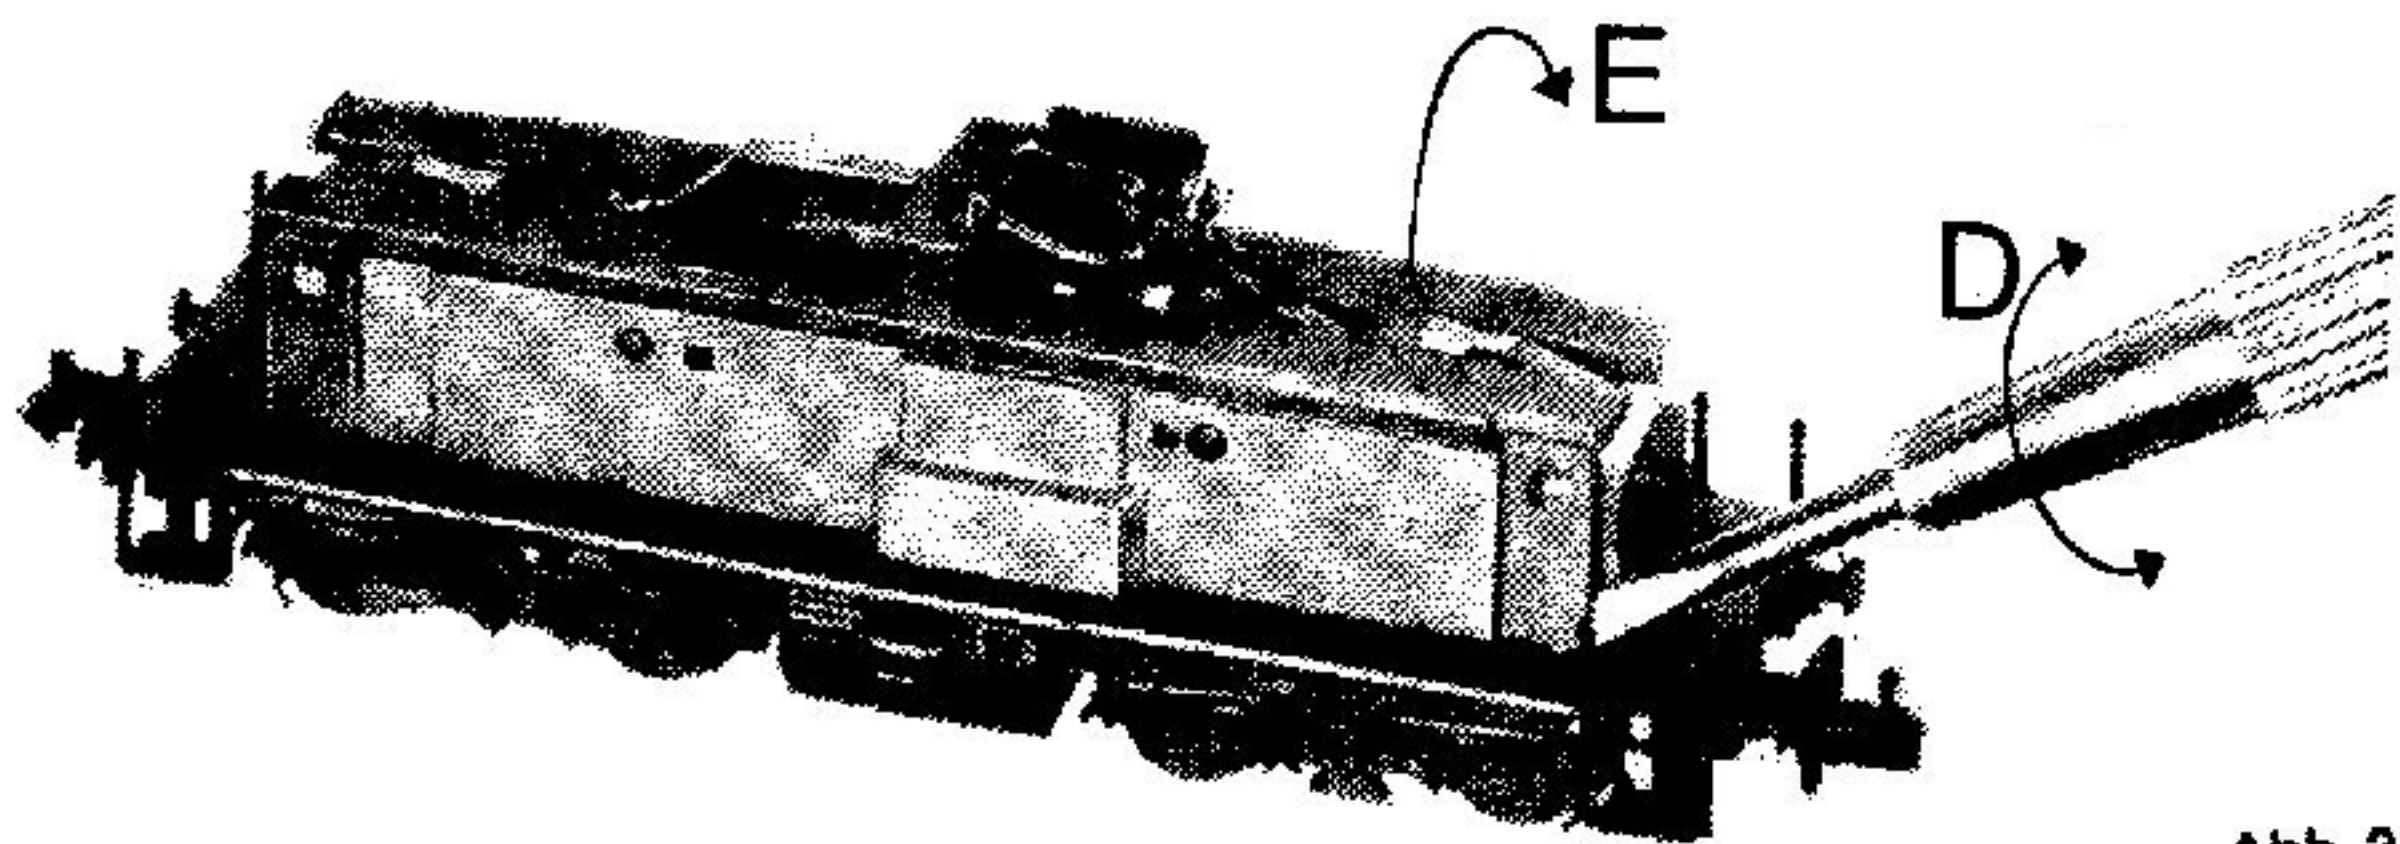
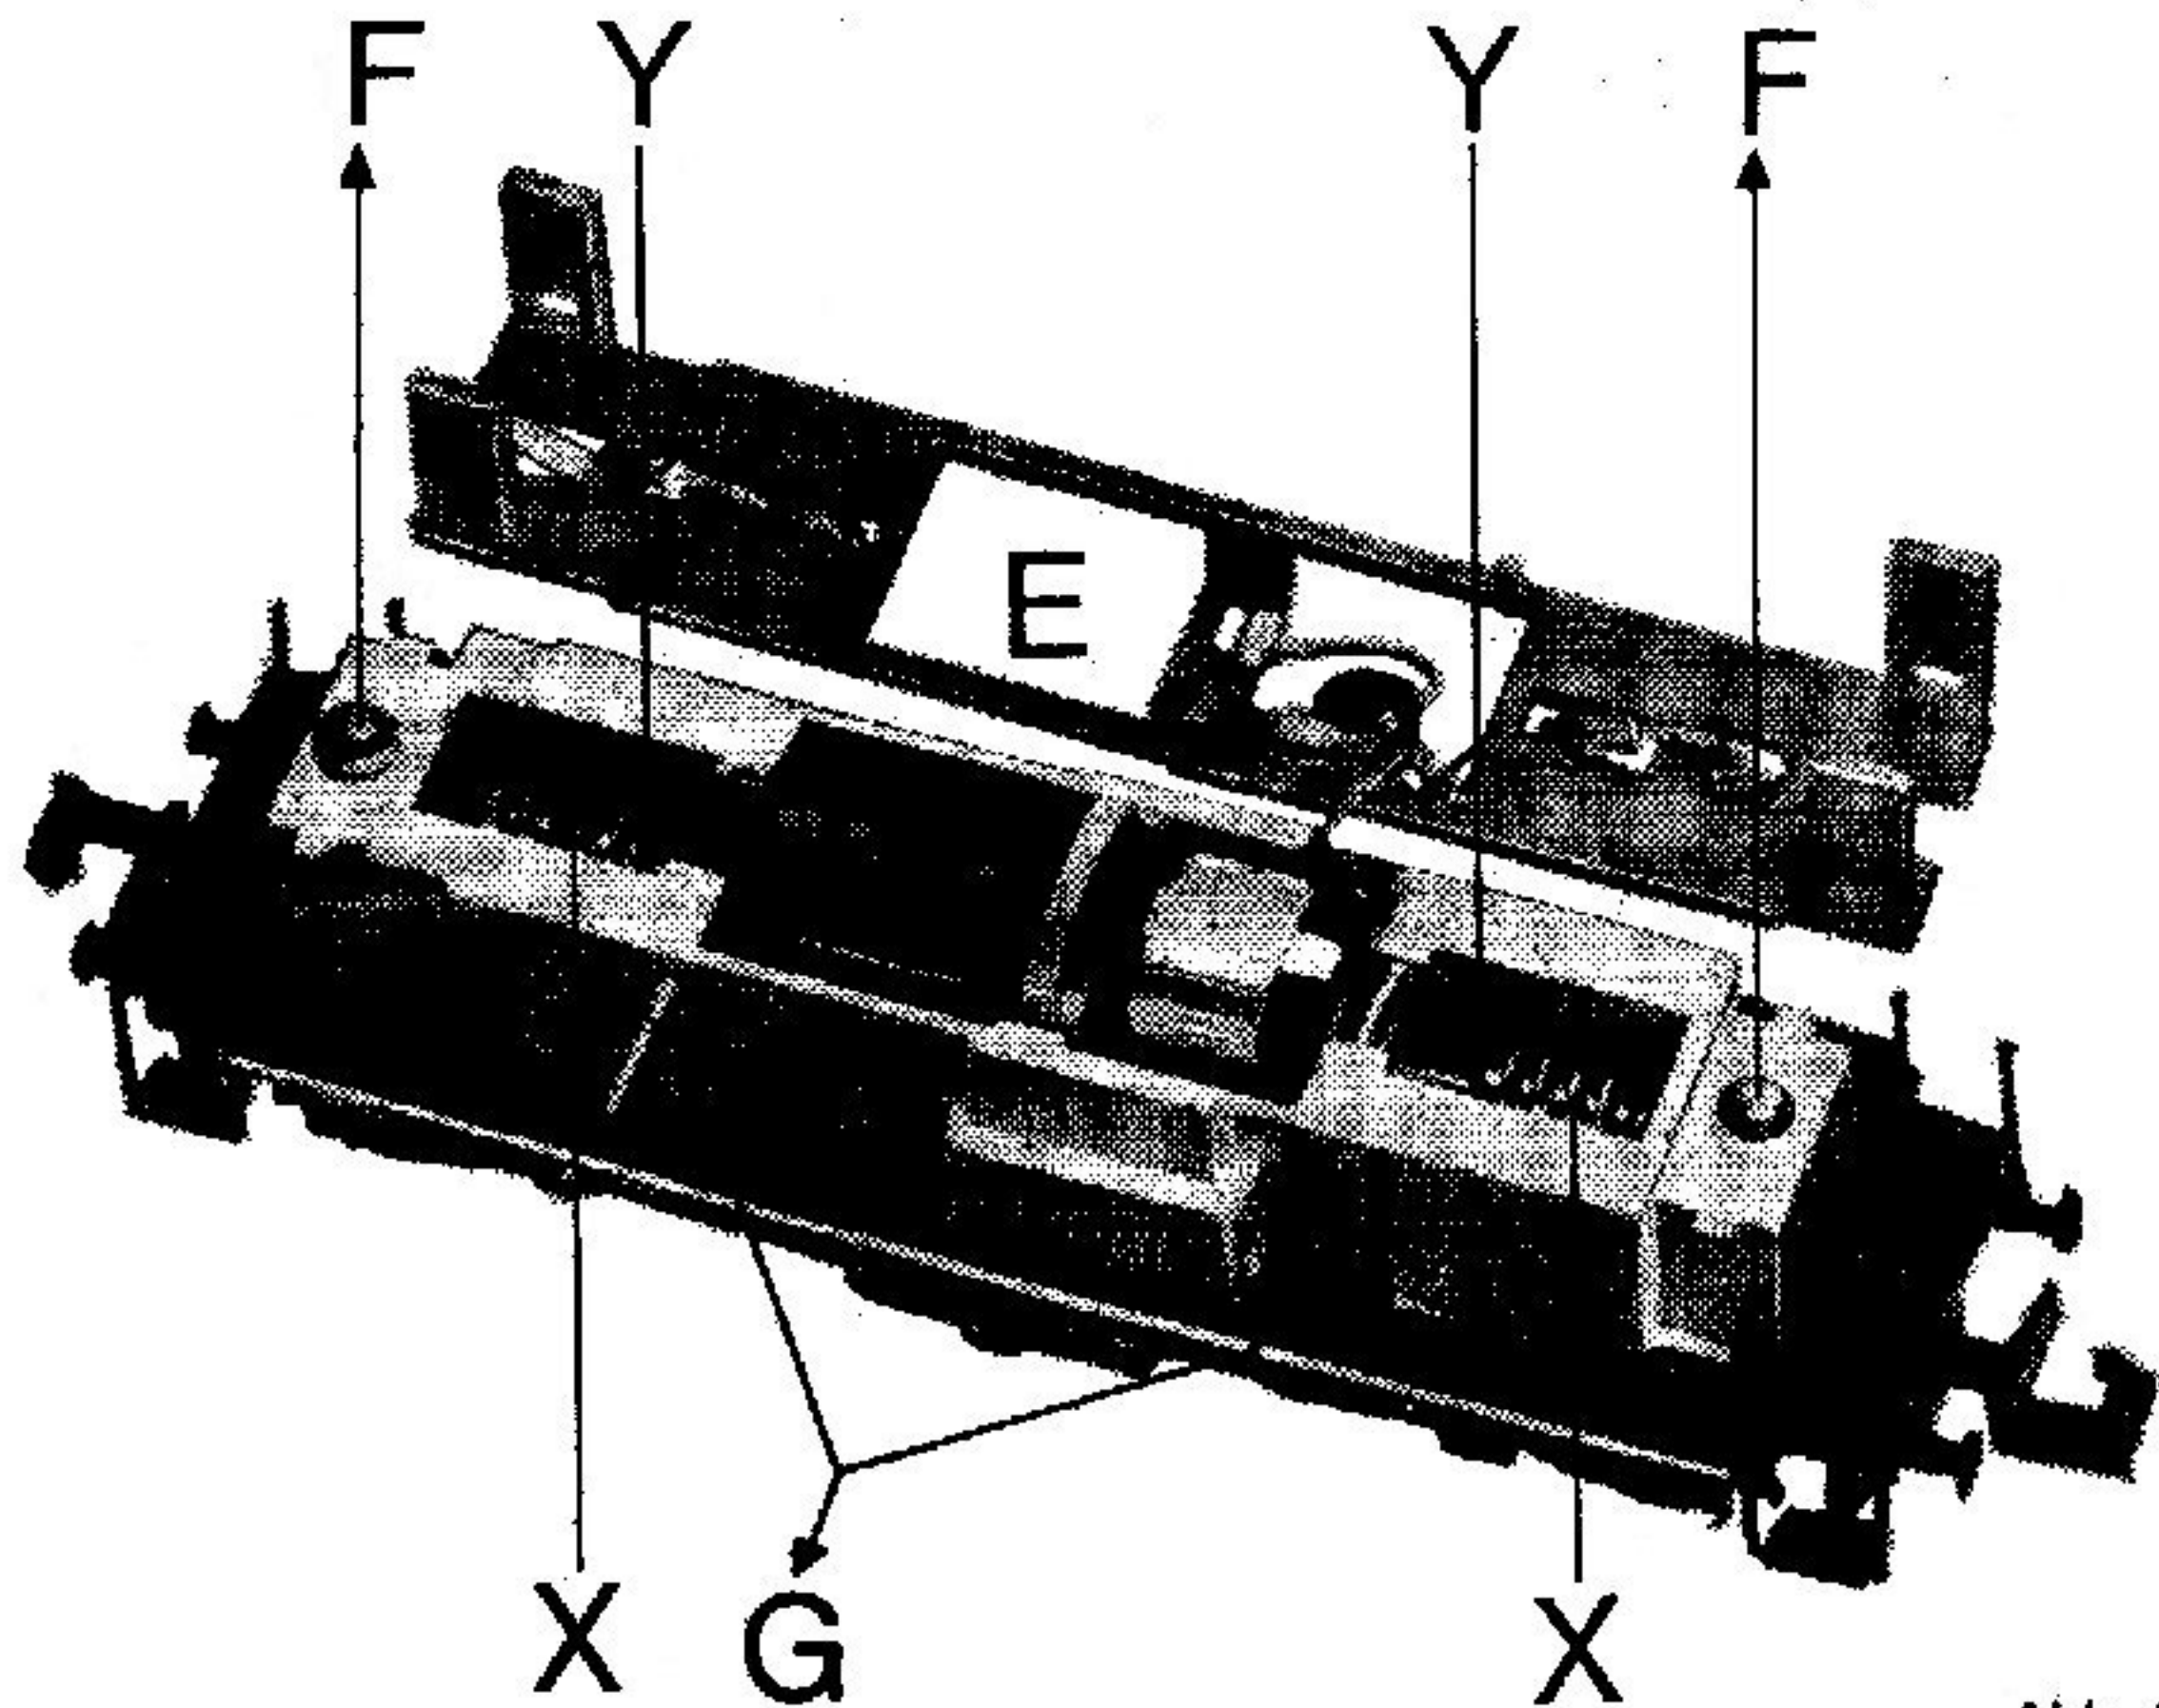

Abb. 3
Abb. 4
Haltestege der Schaltungsplatte durch vorsichtiges Drehen eines Schraubenziehers (D in Abb. 3) aus den Haltenasen austrasten und Platine nach hinten wegklappen (E). Vorsicht, daß Anschlußdrähte nicht abgerissen werden! Motor-Haltestifte G (Abb. 4) zunächst von einer Seite mit Stecknadel o. ä. aus den Bohrungen herausdrücken und dann vollständig herausziehen. Motor H kann dann nach oben herausgenommen werden. Beim Wiedereinsetzen des Motors darauf achten, daß das abgewinkelte Kontaktblech an der Bürstenhalterung nach unten kommt und daß die Schnecken gut in die Zahnräder eingreifen. Haltestifte G nicht mit Gewalt in die Bohrungen drücken!
Gehäuse und Schaltplatte, wie beschrieben, abnehmen. Die Glühlampen F (Abb. 4) können dann nach oben aus dem Metallblock herausgenommen werden.